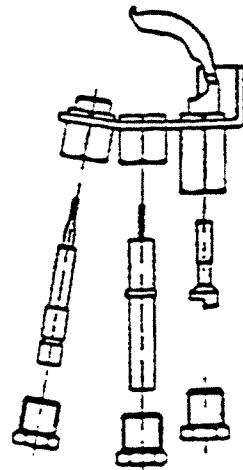

Figura 7
* sostituire l'ugello del bruciatore pilota (figura 7 a pagina 20).